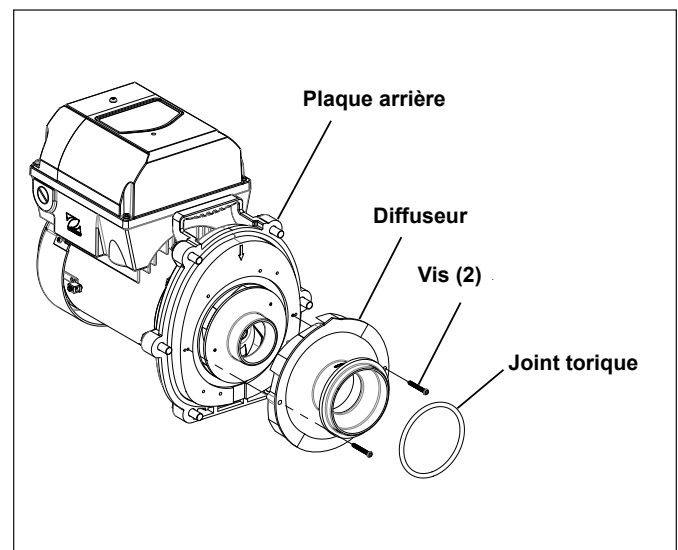

Figure 14. Enlever le diffuseur
5. À l'aide d'un tournevis à pointe cruciforme N° 1, ôter les deux (2) vis supportant le diffuseur. (Le diffuseur est le couvercle sur la turbine.) Ensuite, retirer le diffuseur (voir la Figure 14).